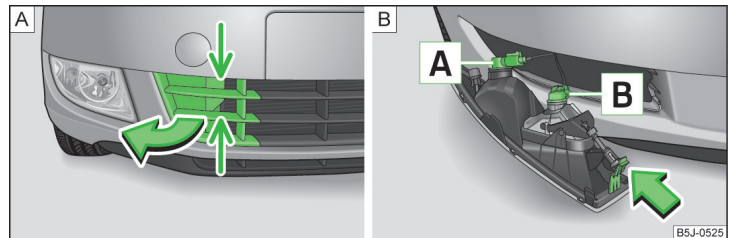

Abb. 161 Vorderer Stoßfänger: Schutzgitter / Ausbau des Nebelscheinwerfers
Glühlampenanzordnung » Abb. 161.
- › **Abb. 161** - **A** und die Abdeckkappe in Pfeilrichtung herausnehmen.
- › Die Hand in die Öffnung im Schutzgitter führen und die Rastnase **» Abb. 161 - B** in Pfeilrichtung drücken.